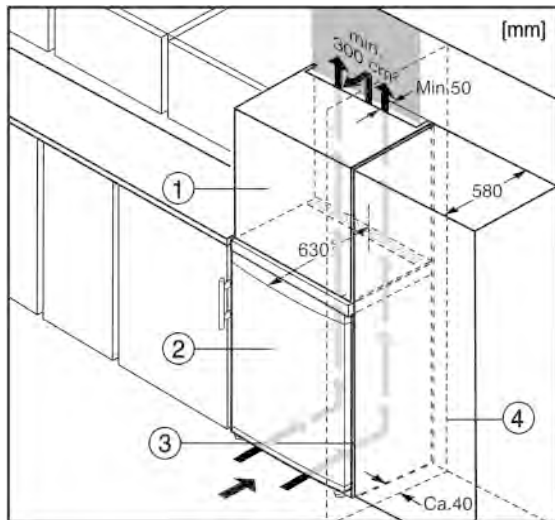

Fig. 8
- (1) Дополнительный шкафчик
- (2) Устройство
- (3) Кухонный шкаф
- (4) Стенка
Устройство может быть окружено предметами кухонной обстановки. Чтобы уравнивать устройство Fig. 8 (2) по высоте с кухонной стенкой, можно установить над устройством соответствующий дополнительный шкафчик Fig. 8 (1).
При комбинировании с кухонными шкафами (глубина макс. 580 мм) устройство можно установить непосредственно рядом с кухонным шкафом Fig. 8 (3). Устройство выступает сбоку на 34 мм* и по центру на 50 мм* относительно передней стенки кухонного шкафа.
Если устройство установлено на шарнирах у стены Fig. 8 (4), то расстояние между устройством и стеной должно быть не менее 40 мм. Настолько выступает ручка при открытой дверце.